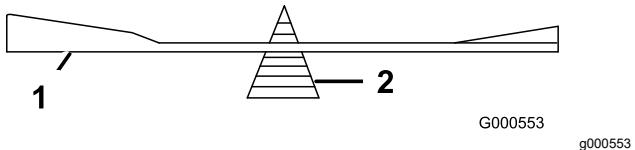

Figura 120
2. Verifique el equilibrio de la cuchilla colocándola sobre un equilibrador de cuchillas (Figura 120).